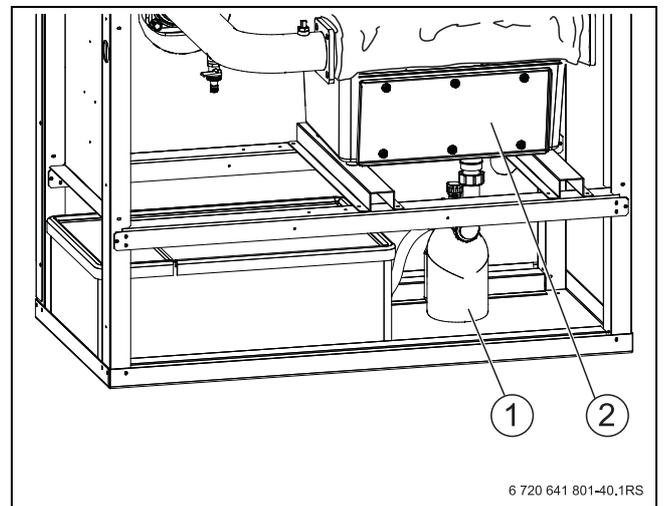

Рис. 59 Демонтаж сифона
- ▶ Демонтируйте сифон (→ рис. 59, [1]) на сливе конденсатной ванны (→ рис. 59, [2]) и подставьте под неё ведро.